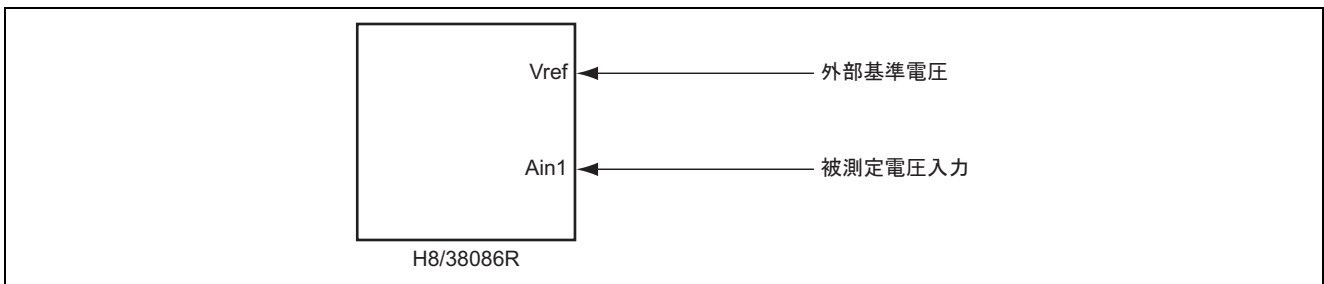

図 6.1  $\Delta\Sigma$  A/D 変換器による電圧測定 (外部基準電圧使用)
- 図 6.1 に示すように、H8/38086R の $\Delta\Sigma$  A/D 変換器を使用して、Ain1 端子に入力した電圧測定を行います。